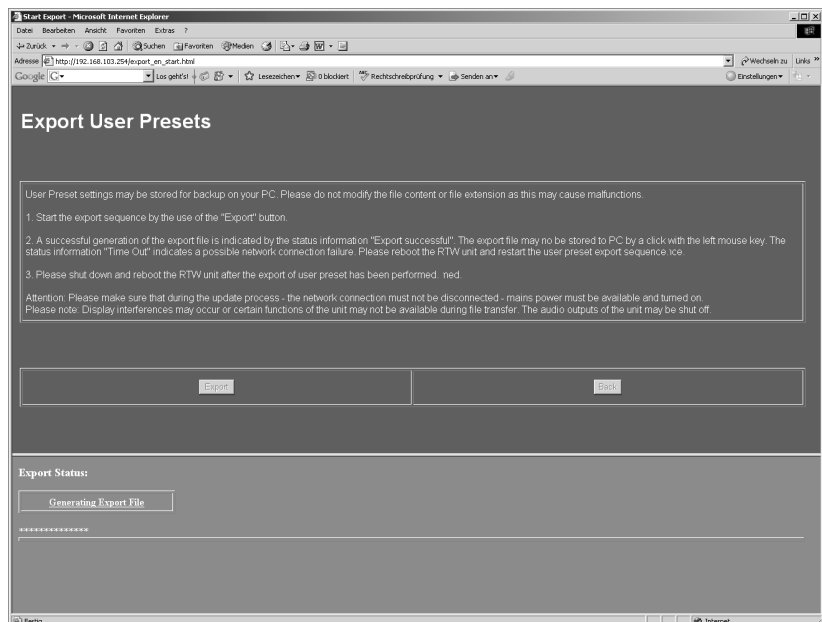

Bild 8-12: Der Export wird durchgeführt
4. Der Export der Anwendereinstellungen beginnt (siehe Bild 8-12). Als Export-Status wird „Generating Export File“ angezeigt und ein gelber Balken zeigt den Fortschritt des Exports an.